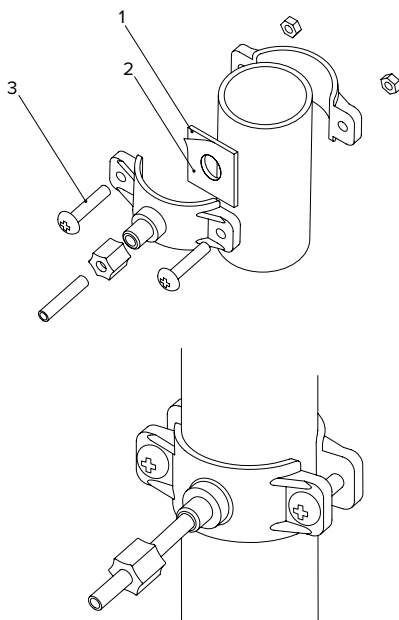

Рис. 5. Установка дренажного хомута
- Снимите с прокладки (1) защитную пленку (2). Приклейте уплотнительную прокладку с внутренней стороны хомута, так чтобы отверстие в прокладке совпало с отверстием в штуцере хомута (рис. 5).
- Установите хомут на дренажной линии и затем затяните болты (3). Болты следует затягивать равномерно, чтобы две части хомута располагались параллельно.